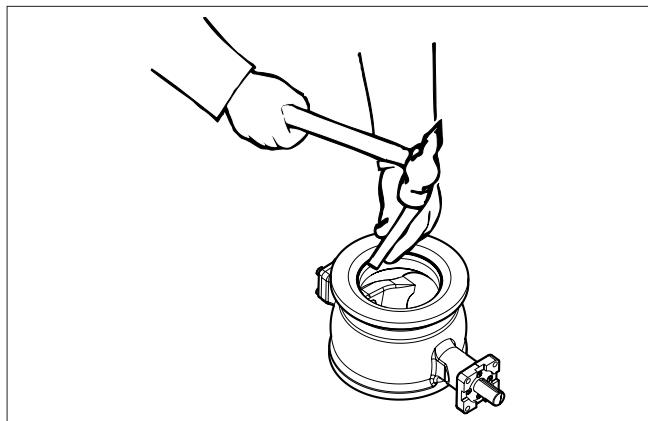

Abb. 23 Herausschlagen des Sitzes
- Schlagen Sie vorsichtig mit einem weichen Durchschlag von der Anströmseite gegen den Umfang des Sitzes (4), so dass dieser in das Gehäuse fällt. Abb. 23.